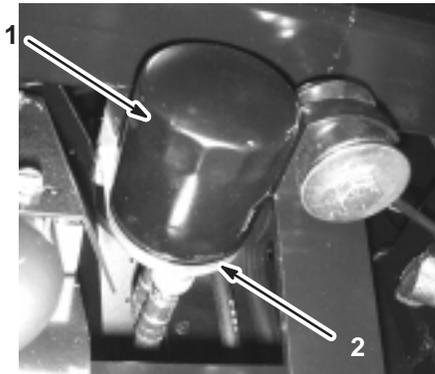

Bild 31
2. Entfernen Sie den alten Motorölfilter (Bild 31).
3. Wischen Sie die Dichtungsfläche am Anbaubereich des Filters ab (Bild 31).
4. Ölen Sie die Gummidichtung am Austauschfilter (Bild 31) leicht mit Frischöl ein.
5. Drehen Sie den Austauschfilter auf den Anbaustutzen auf. Drehen Sie den Ölfilter im Uhrzeigersinn, bis die Gummidichtung den Anbaustutzen berührt. Ziehen Sie den Filter dann um eine weitere 1/2 Umdrehung fester (Bild 31).